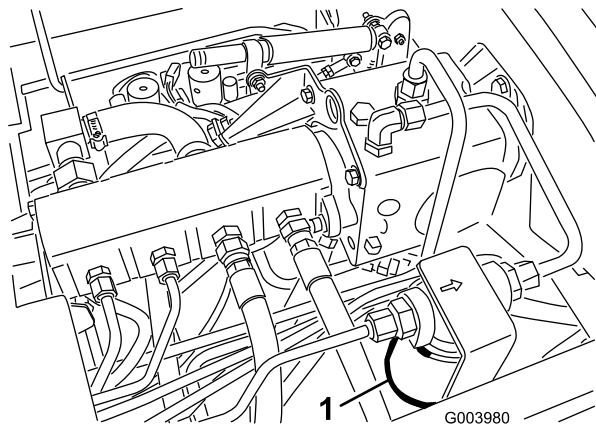
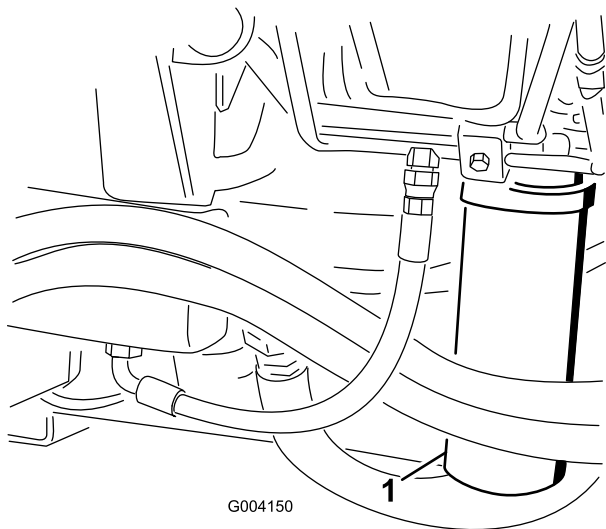

図 79
図 80
2. フィルタ取り付け部付近をきれいに拭い、下に容器を置く 図 79 と 図 80。